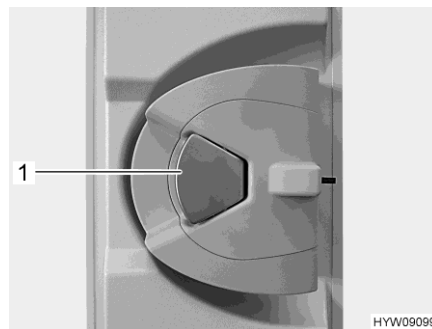

Bild 35 Türrschloss (Wohnraamtür innen)
- Wenn das Türrschloss verriegelt ist: Am Türgriff (Bild 35,1) einmal ziehen. Die Tür ist entriegelt.
- Am Türgriff (Bild 35,1) ziehen. Die Tür ist geöffnet.
- Den Türgriff (Bild 35,1) drücken.